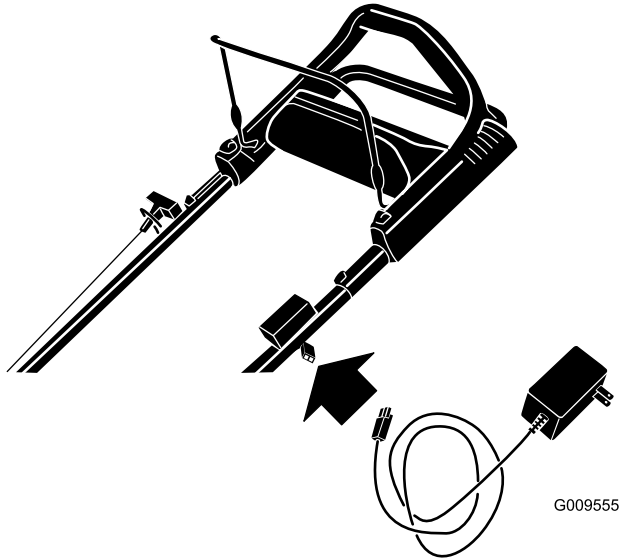

Figura 37
1. Conecte el cargador al arnés de cables de la máquina, situado debajo de la llave de contacto (Figura 37).